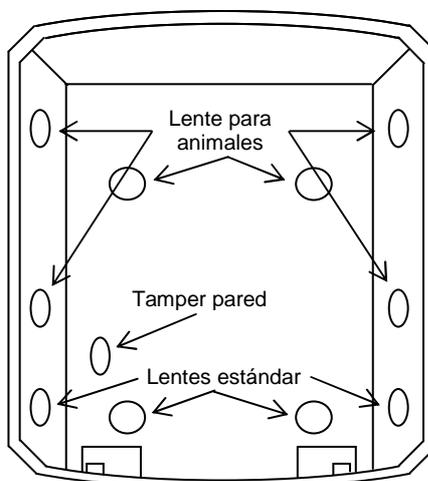

Figura 10
2. Retire los troquelados que mejor se adapten al montaje del detector. Vea la figura 10 para las opciones de montaje. Vea también la figura 10 para determinar que taladros usar para montar el detector. Utilice los taladros de la parte inferior laterales para montaje en esquina, o los inferiores situados en la parte trasera del soporte para montaje en superficie, cuando utilice lentes estándar. Para aplicaciones en las que no existan animales de compañía, utilice los taladros de la parte inferior del soporte. Para aplicaciones con animales de compañía utilice los taladros de la parte superior del soporte junto con lentes para animales.
3. Si además de la protección de tamper del soporte también desea tamper de pared, retire el troquelado marcado como 'Tamper pared' (figura 10).